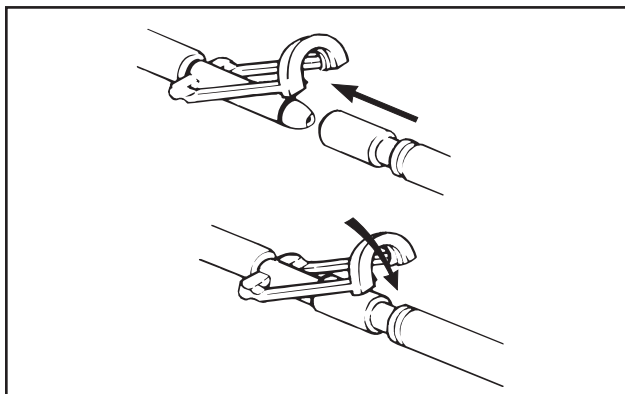

Figure 6—Clik-Tite Connector
2. Tilslut de to Klik-Tite-forbindelser (fig. 6 herunder) til slangen på tæppe/kropsomslag. Sæt hun-forbindelsen i hun-forbindelsen. Når forbindelserne sidder på plads sættes låseringen på plads for at sikre låsning.